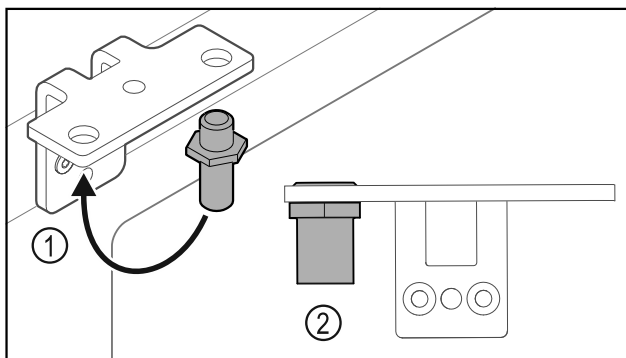

Fig. 17
- ▶ Prestavite sornik v kotniku tečajev vrat Fig. 17 (1).
- ▶ Sornike Fig. 17 (2) zategnite z **zateznim momentom 12 Nm**.